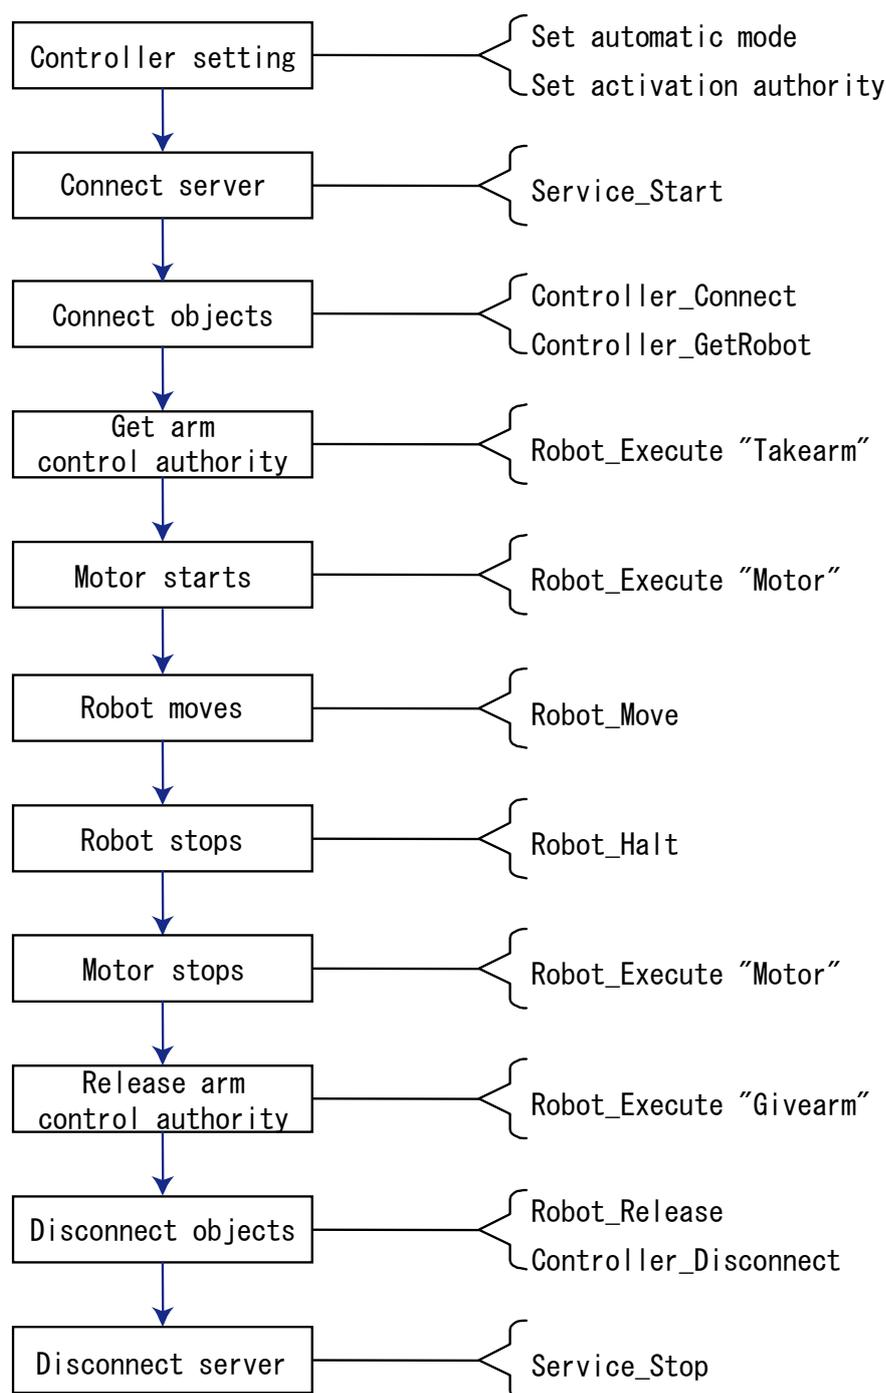

図 6-1 ロボット制御の流れ
6. ロボット制御を行うには、図 6-1 に示す処理を行います。ロボット動作を行うには、コントローラが自動モードになっている必要があります。またコントローラの起動権の設定をクライアント PC の IP に設定してください。詳しくは「2.安全上のご注意